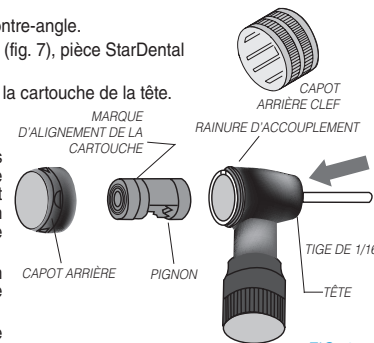

FIG. 8
- À l'aide d'une tige de 1/16", retirez la cartouche en la poussant depuis l'avant de la tête (Fig. 8).